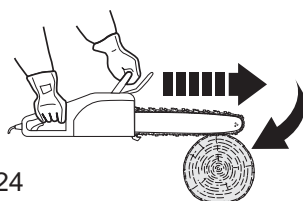

Fig.24
- > Si la chaîne [5] est pincée au niveau du bord inférieur du guide-chaîne [6], l'appareil peut être projeté brutalement vers l'avant (Fig.24).